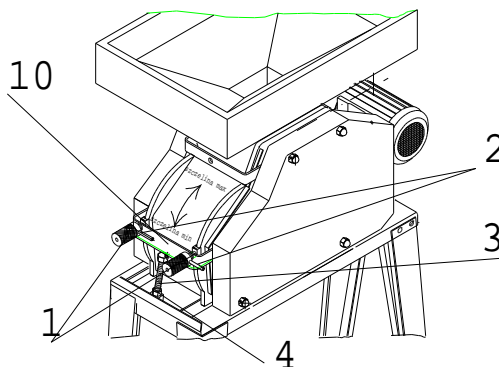

Рис.20 Установка размера щели между вальцами.
Во время пускового испытания плющильные валы не должны тереться друг о друга. В случае обнаружения каких-либо неисправностей, следует немедленно их устранить. Изменение толщины расплющиваемого зерна достигается путем установки соответствующего расстояния между валами. Перед запуском зерноплющилки следует установить с помощью натяжного устройства (10) соответствующий размер щели между валами, поворачивая натяжное устройство в соответствии с направлением, указанным на рис. 20. Затем следует затянуть зажимы (1) и застопорить их с помощью фиксирующей ручки (2). Установленный размер щели можно сохранить, затягивая упор натяжного устройства (3), который должен соприкасаться с поперечной балкой натяжного устройства (10) и застопорить его конtringящей гайкой (4).